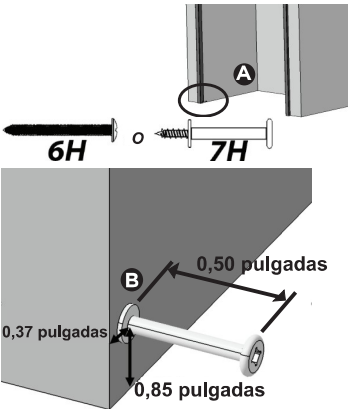
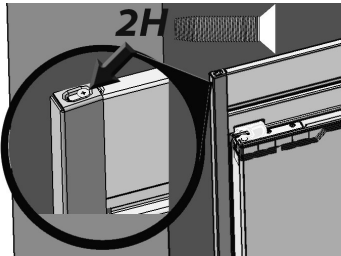

Fig. 9
Fig. 14
- Con ocho tornillos 3H y un taladro eléctrico, ajuste los 2 soportes de fijación de la moldura lateral a los bordes de la abertura delantera izquierda y derecha del gabinete con los soportes que tocan el piso (Fig. 9). Asegúrese de que las ranuras rectangulares se extiendan sobre el borde del gabinete.
Coloque las molduras laterales en su lugar dejándolas caer sobre el tornillo de colocación como se muestra en la Fig. 9 y ajustando sobre la moldura superior (Fig. 14).
Ajuste un tornillo 2H a cada lado de la moldura superior (Fig. 14).